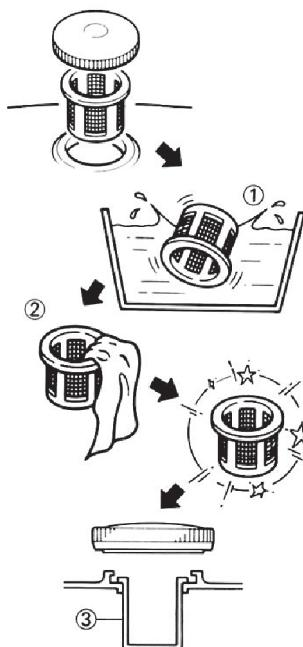

Рис. 20
8.5. Очистка фильтра бензобака (рис. 20)
- Открутите крышку бензобака и снимите сетчатый пластмассовый фильтр (1) бензобака, расположенный под крышкой бензобака.
- Промойте фильтр(1) растворителем и установите на место (3).